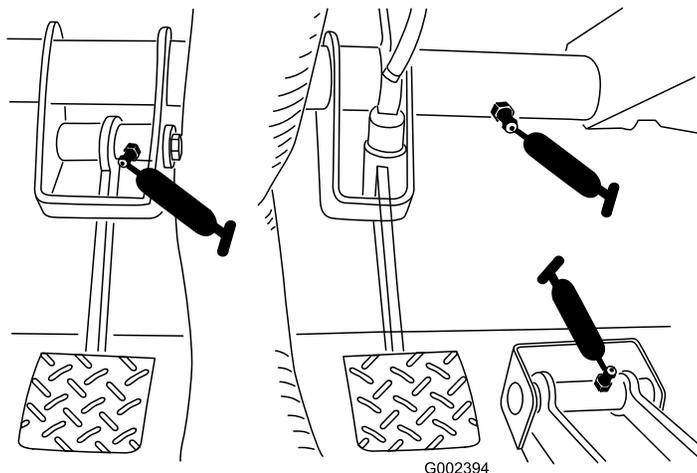

图 40
- ・ クラッチ (1)、アクセル (1)、ブレーキ (1) (図 40)